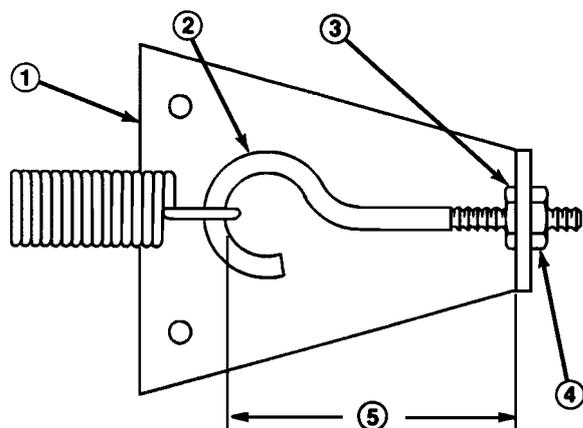

Figura 53
4. Rode no sentido dos ponteiros do relógio, até que a distância entre o interior do círculo da cavilha e o interior da placa de suporte da mola tenha diminuído cerca de 3 mm, como demonstrado na Figura 53. Aperte a porca.